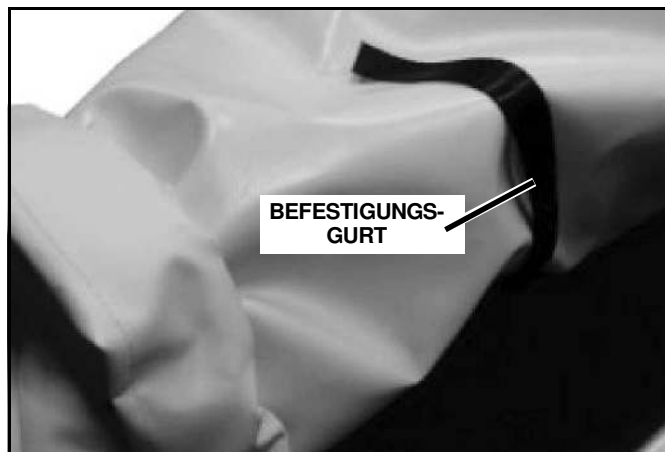
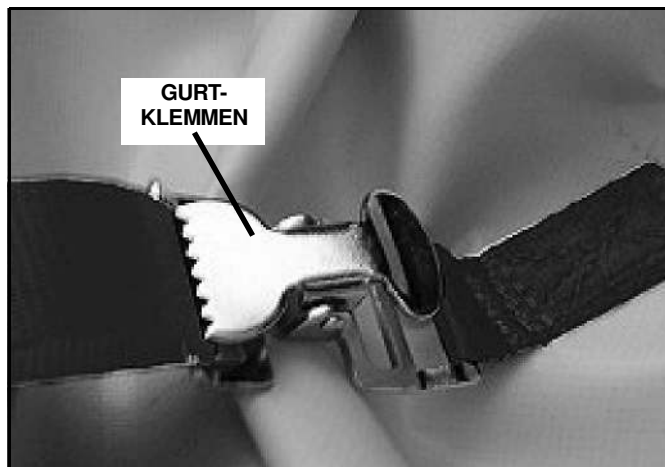

Abb. 1-9
Abb. 1-10
3. Nachdem die Plane vollständig aufgerollt wurde, befestigen Sie diese durch das Einführen der unteren Befestigungsgurte (Siehe Abb. 1-9) in die gurtklemmen (Siehe Abb. 1-10).